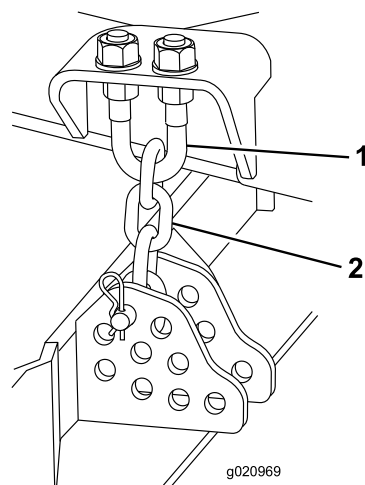

Figura 81
1. Afloje las contratueras de la parte superior o inferior del perno en U de la cadena de altura de corte (Figura 81).